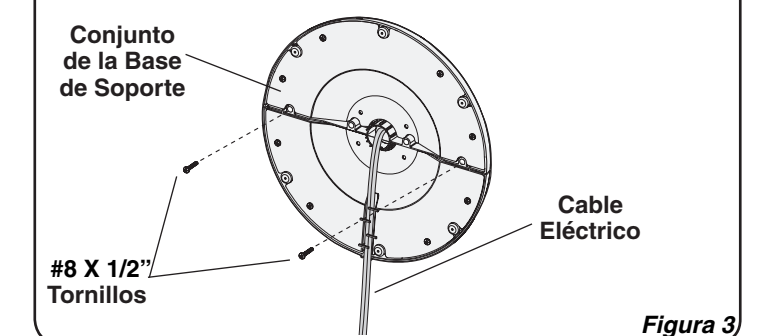

Figura 3
- Fije los **Tornillos (4) #8 X 1/2"** en los cuatro orificios que se encuentran en la parte inferior de la base. (Figura 3)